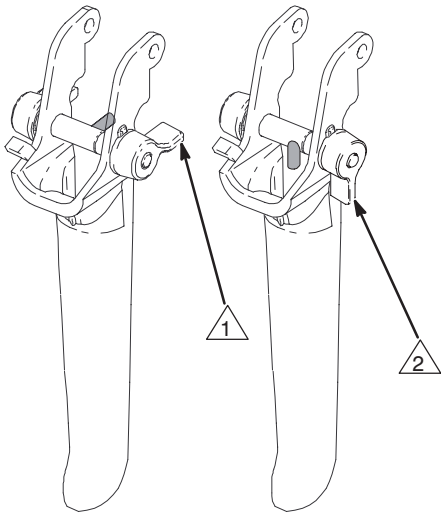

Fig. 5
Une fois enclenché, le verrou de sécurité de la gâchette du pistolet empêche celui-ci d'être mis en marche accidentellement. Voir Fig. 5.
4. **Tourner le bouton de pression (64) sur le réglage minimum.**
5. **Déverrouiller la gâchette.** Voir Fig. 5, page 8.